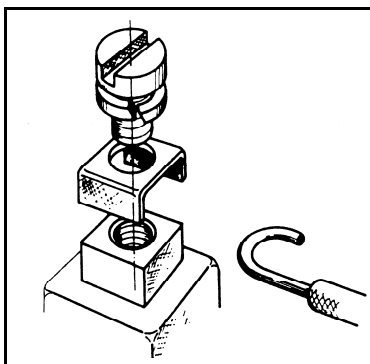

Fig. 7: Schutzleiteranschluss
**i** Für den Anschluss des Schutzleiters ist im Inneren des Klemmkastens eine mit dem vom VDE vorgeschriebenen Erdungszeichen gekennzeichnete Schraube ( $4 \text{ mm}^2$ ) mit verdrehsicherem Klemmbügel vorgesehen (Fig. 7). Zum Anschluss muss der Schutzleiter ca. 20 mm abisoliert werden.